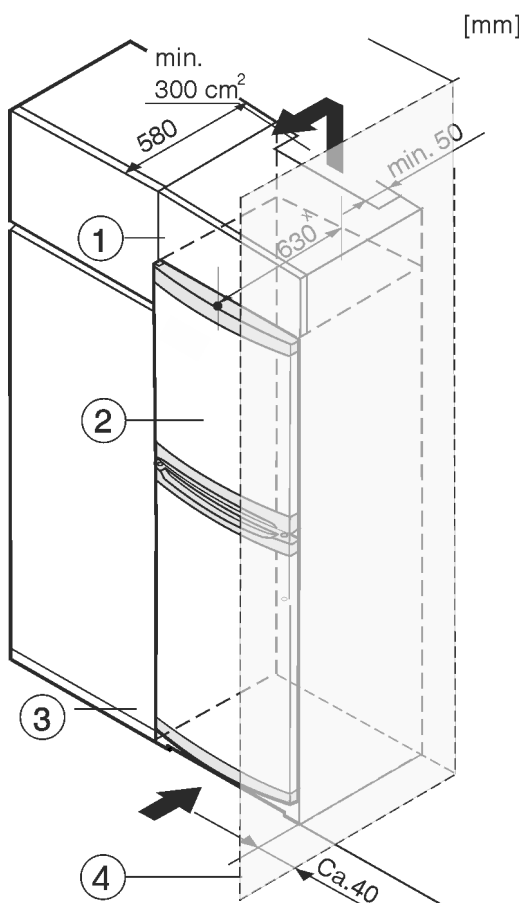

Fig. 8
Přístroj lze zabudovat do kuchyňských skříní. K vyrovnání přístroje Fig. 8 (2) na výšku kuchyňské linky lze na přístroj nasadit nástavec Fig. 8 (1).
Při montáži do kuchyňských skříní (hloubka max. 580 mm) lze spotřebič nainstalovat přímo vedle kuchyňské skříně Fig. 8 (3). Spotřebič přesahuje přední stěnu kuchyňské skříně po stranách o 34 mm * a uprostřed o 50 mm *.
Pokud se spotřebič instaluje se závěsy vedle stěny Fig. 8 (4), musí být jeho vzdálenost od stěny alespoň 40 mm. To odpovídá přesahu madla při otevřených dveřích.